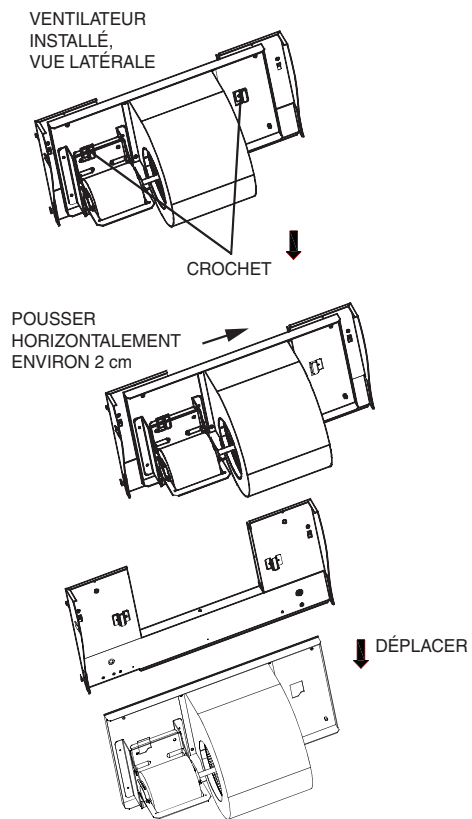

Figure 18 — Retrait de l'ensemble moteur-ventilateur du panneau avant (appareils 024-036)
5. Pour retirer l'ensemble moteur-ventilateur du panneau avant, poussez sur l'assemblage horizontalement sur environ 2 cm, de la manière illustrée à la fig. 18.
6. Levez légèrement l'ensemble moteur-ventilateur et poussez-le vers le bas afin de le détacher du panneau avant. Reportez-vous à la fig. 18.